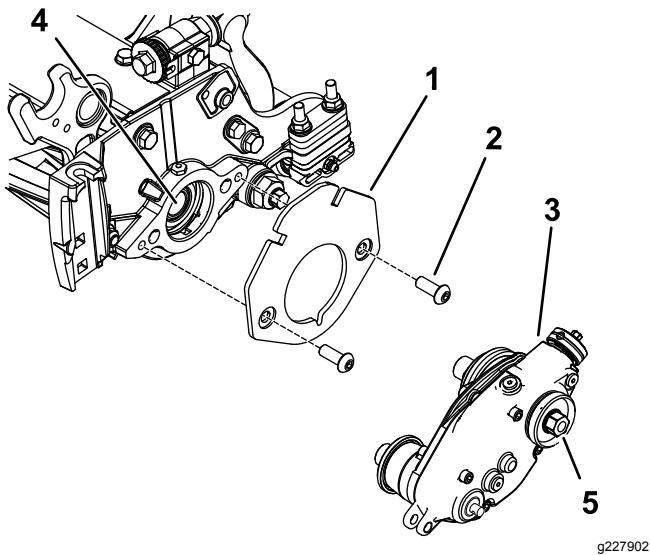

Bild 7
- Befestigen Sie die Ballasthalterung mit zwei Sechskant-Halbrundkopfschrauben ($\frac{3}{8}$ " x $\frac{3}{4}$ ") an der Spindel, wie in Bild 7 abgebildet.
3. Tragen Sie Gewindesperrmittel mittlerer Stärke (z. B. Blue 243 Loctite®) auf das Gewinde der inneren Spindelwelle auf (Bild 7).
4. Befestigen Sie den Groomerantrieb mit der Sechskantschraube am Groomerantrieb an der Spindelwelle (Bild 7).